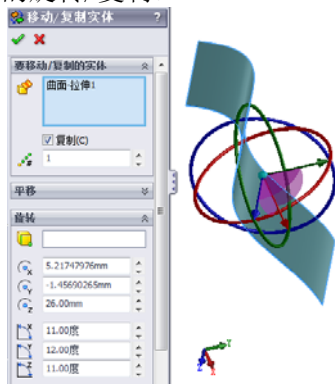

图 6-29 旋转曲面
5. 或者在、、微调框中指定原点在X轴、Y轴、Z轴方向移动的距离,然后在、微调框中指定曲面绕X、Y、Z轴旋转的角度。此时在右面的图形区域中可以预览曲面复制/旋转的效果,如图6-29所示。